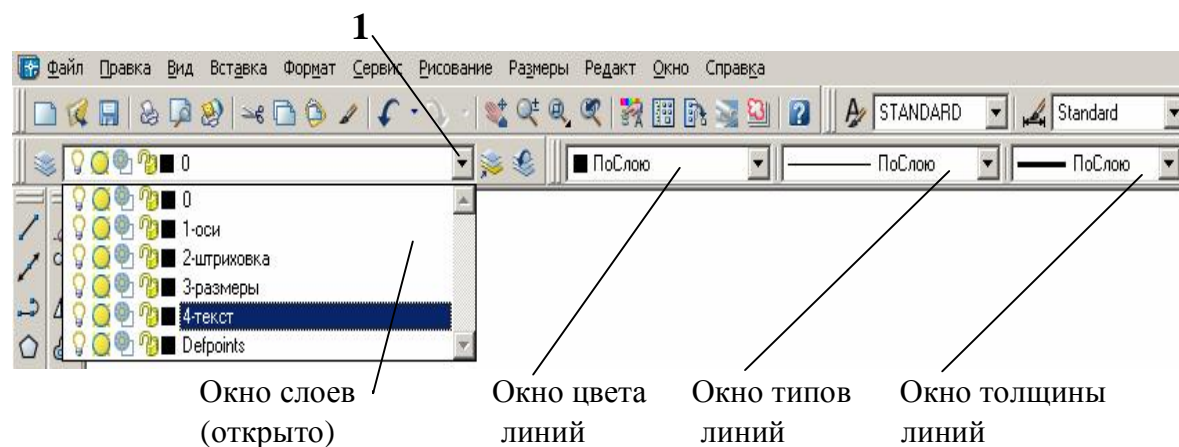

Рис. 14. Окно переключения слоев (открыто) и окна свойств объектов
На эти типы линий у нас уже запрограммированы слои. Переключение со слоя на слой осуществляется в окне слоев на панели **Слой** (рис. 14).
*Внимание! Напоминаем, для того чтобы настройки запрограммированных слоев действовали, необходимо в окнах цвета, типов и толщины линий (см. рис. 14) установить **ПоСлою**.*
1. Выделим ось и откроем окно слоев на панели свойств объектов (см. рис. 14).